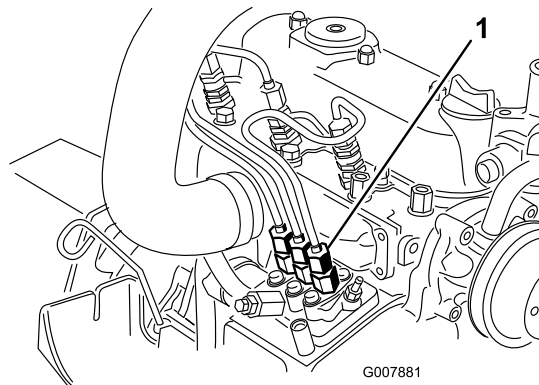

Рисунок 44
1. Поместите ветошь под соединение трубки, выходящей из насоса для впрыска топлива и идущей к соплу инжектора № 1, как показано на Рисунок 44.